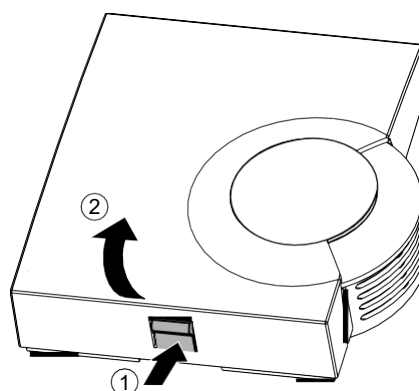

Figure 1: Enlever le couvercle du boîtier
- Enlevez le couvercle du boîtier de la sonde de température ambiante (voir Figure 1).
- Enlevez le couvercle du boîtier (voir Figure 1, Page 11).
- Enlevez le couvercle du boîtier du HCW 82 (voir Figure 1, Page 11).